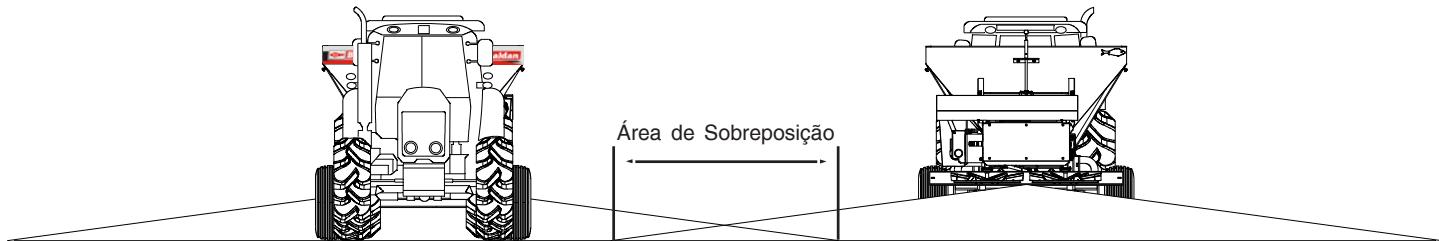

FIGURA 15
SOBREPOSIÇÃO - DCF-CO 3000 / 6000 / 8000 (FIGURA 15)
- A sobreposição é o recobrimento do produto que está sendo distribuído na extremidade da faixa passada imediatamente anterior à esta que está realizando, isto é feito para compensar a deficiência de distribuição que ocorre naturalmente nas extremidades das faixas, conforme mostra a **Figura 15**.